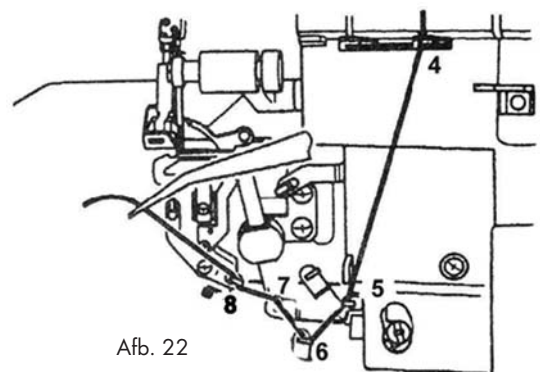

Afb. 21
3. Houd de draad met de vingers vast, voer deze tussen de schijven van de draadspanning-keuzeschakelaar ❶ door en trek hem dan omlaag (3) (afb. 21).
❶ **Opmerking:**